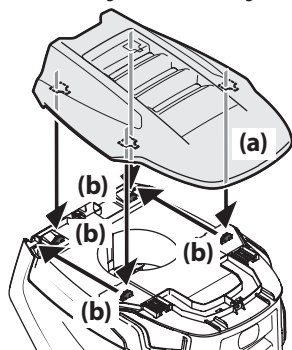

Figura 6
- Para instalar la tapa del capó a presión (a), alinee los orificios de la tapa del capó (a) con las lengüetas (b) del cuerpo del capó como se muestra en la Figura 6.